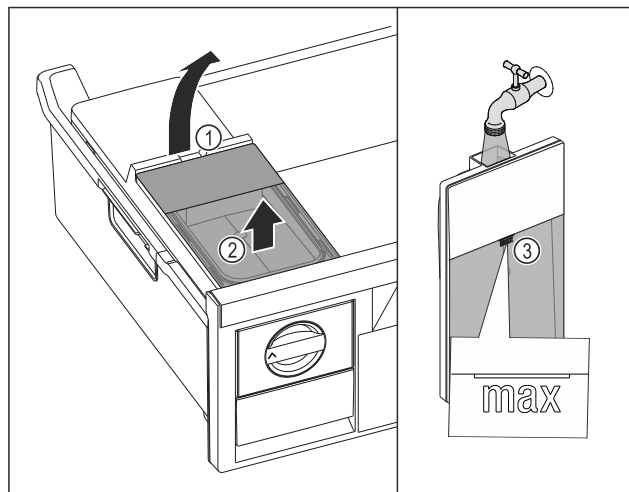

Fig. 138
- Soulever le réservoir d'eau par l'encoche Fig. 138 (1).
- Retirer le réservoir d'eau par le haut. Fig. 138 (2)
- Remplir le réservoir d'eau potable jusqu'au repère Fig. 138 (3).